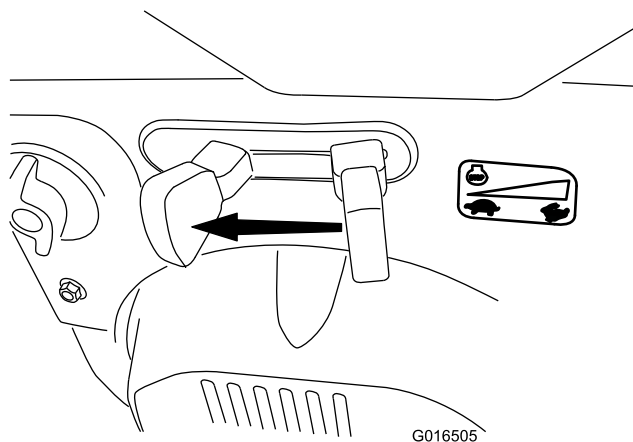

Figure 33
1. Déplacez la commande d'accélérateur en position BAS RÉGIME, puis en position ARRÊT (Figure 33) pour couper le moteur. Il est également possible de couper le moteur en tirant la clé de contact vers l'extérieur, à la position du milieu.